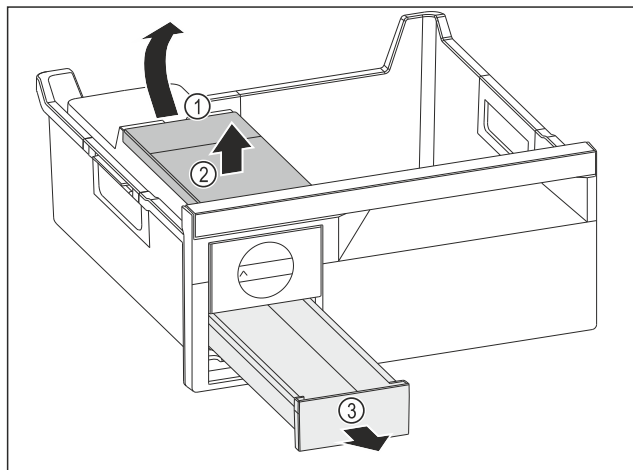

Fig. 105
- Wassertank entnehmen: Wassertank an der Aussparung Fig. 105 (1) anheben.
- Wassertank Fig. 105 (2) nach oben entnehmen.
- Eiswürfelschubfach Fig. 105 (3) nach vorne entnehmen.